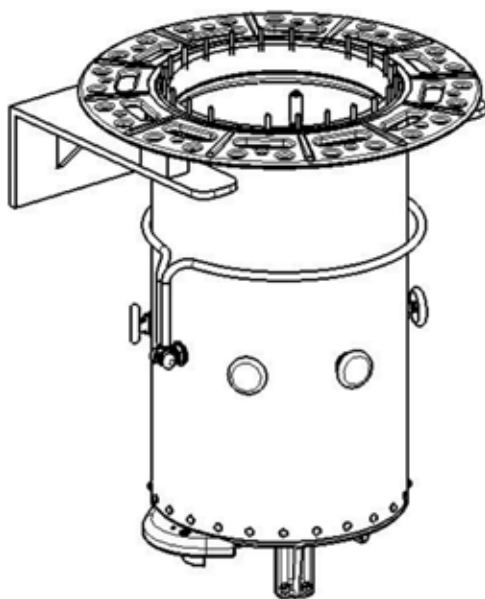

图 21 将分接开关临时固定在支架上
2. 利用支撑法兰上的安装孔，将分接开关临时固定在支架上。必要时在临时支架与支撑法兰之间放入临时调整垫块，调整分接开关的安装高度到分接开关最终安装位置。变压器钟罩式箱盖安装前须撤出垫块（图 21）。